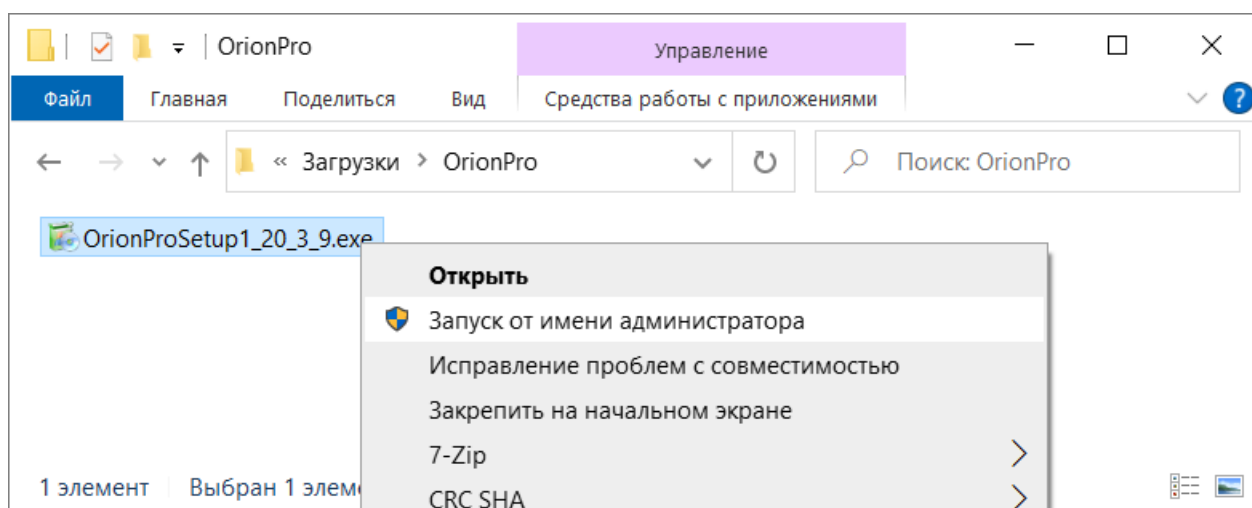

Рисунок 2-1 Запуск дистрибутива
- 1) Запустите дистрибутив (см. п. 2.2) от имени администратора (см. Рисунок 2-1);